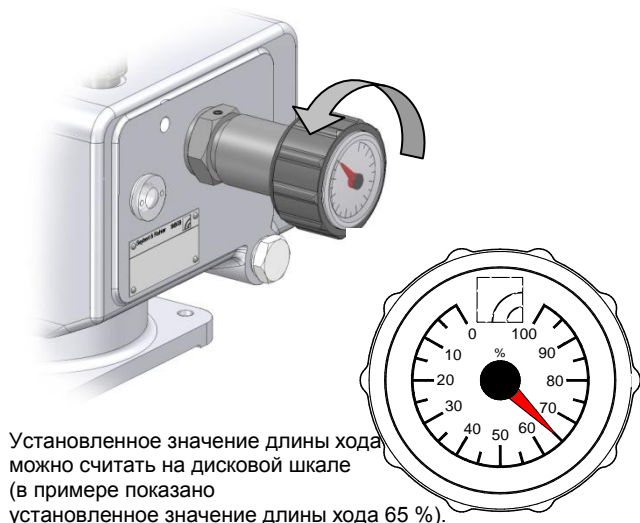

Рис. 08 Регулировка длины хода с помощью индикатора положения
- Вращение против часовой стрелки (см. рис. 08) → эффективная длина хода увеличивается, расход подачи увеличивается.